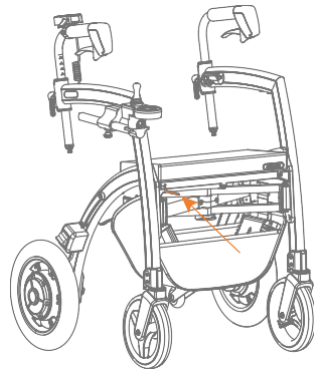
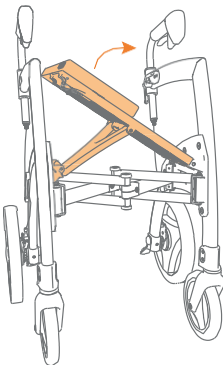

Figura 14: Empuje la palanca roja mientras levanta el asiento.
Figura 15: Levante el asiento parcialmente.
- d. Empuje la palanca de liberación roja debajo del asiento (Figura 14) y levante el asiento parcialmente (Figura 15).